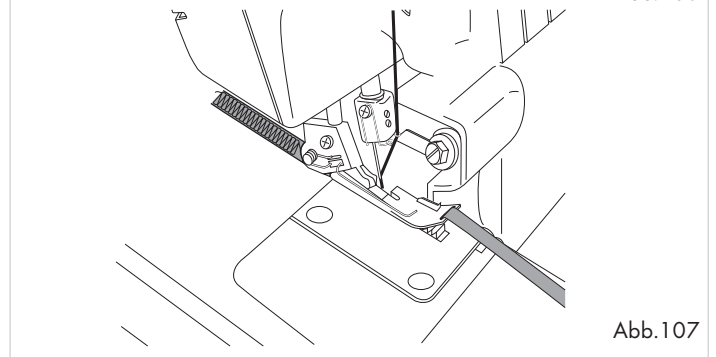

Abb.107
4. Legen Sie die Kordeleinlage unter den Nähfuß **21** und ketteln Sie die gewünschte Länge ab (Abb. 107).